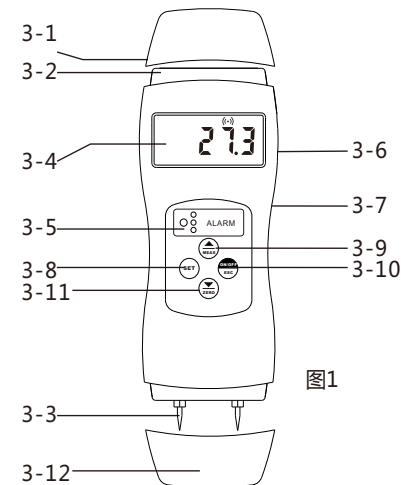

图1
- 仪器上可设置两个报警阈值，以方便快速评估材料的含水率。设置显示在3有色LED（见图1，第3-5部分）。